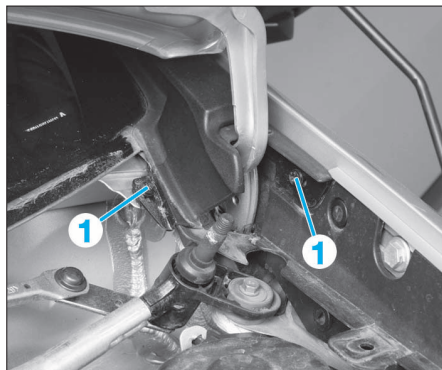

FIG. 24
- Déposer les agrafes (1) (Fig.24).